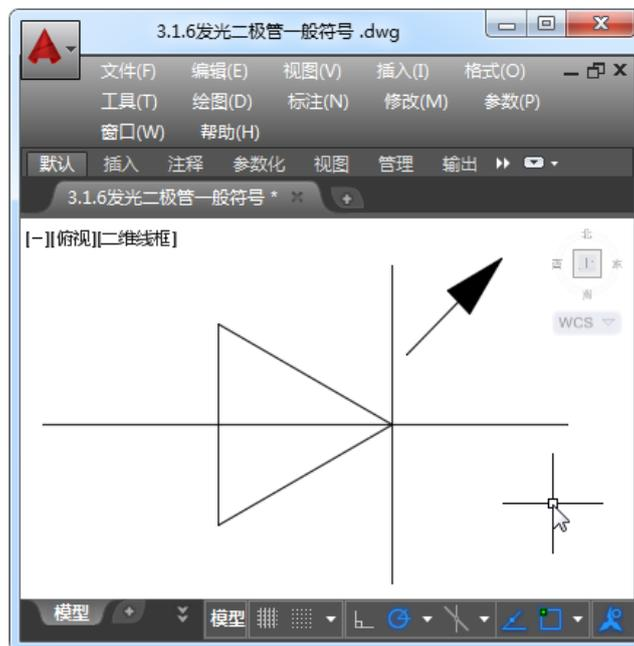

图 3-23 绘制多段线
Step12: 执行【多段线】命令,设置直线宽度起点宽度为0,端点宽度为10,长度为20,绘制三角形,然后选择直线宽度为起点0,端点宽度为0,绘制完成,如图3-23所示。